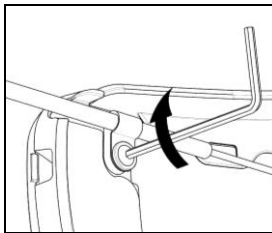
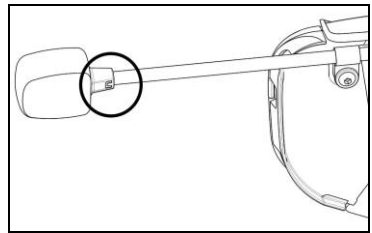

Abb. 36
Abb. 37
- Bringen Sie das Mikrofon auf der linken Seite des Helms an, indem Sie die Schraube am Rahmen der Helmschale festmachen (Abb. 36). Kontrollieren Sie, dass die mit dem Schriftzug "n" versehene Seite des Mikrophons gegen das Helminnere gerichtet ist (Abb. 37).